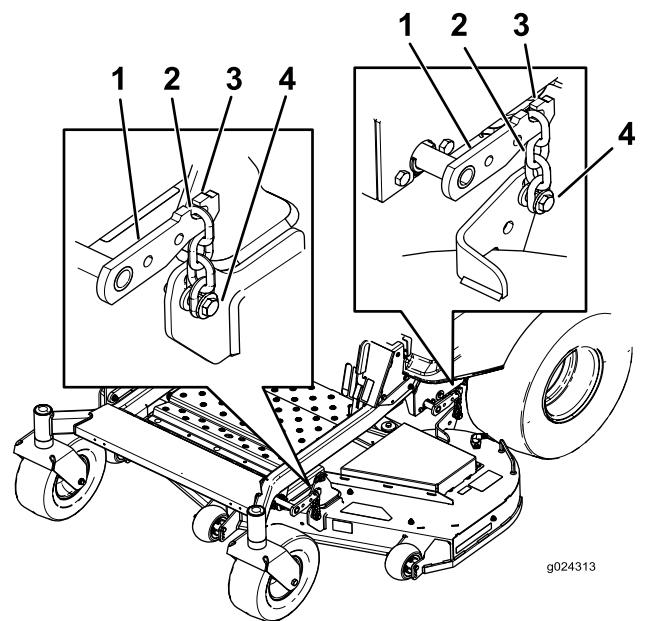

Figura 76
4. Desaperte os parafusos de ajuste nos 4 cantos de forma que a plataforma assente de forma segura nos quatro calços (**Figura 76**).
6. Certifique-se de que existe tensão nas quatro correias (Figura 76).
7. Aperte os quatro parafusos de ajuste (Figura 76).